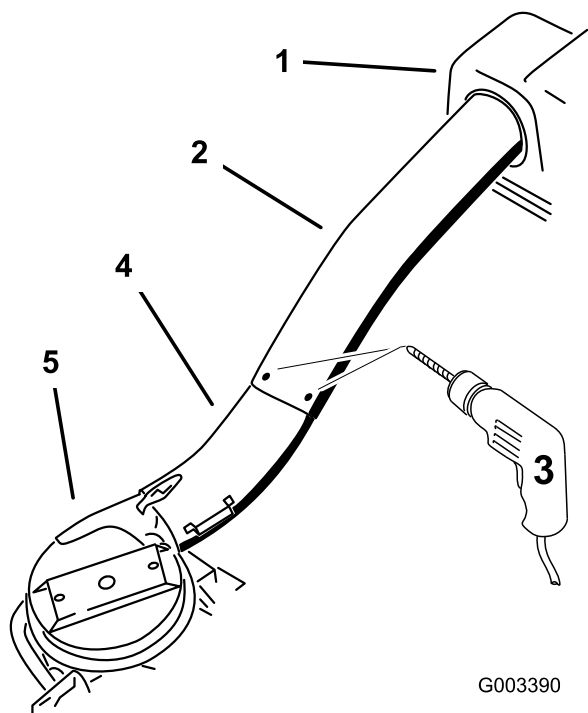

Figure 25
12. En vous servant des 3 trous ou indentations du tube supérieur comme repère, percez 3 trous (de 7/32 po de diamètre) à l'endroit où les tubes supérieur et inférieur se rejoignent (Figure 25).